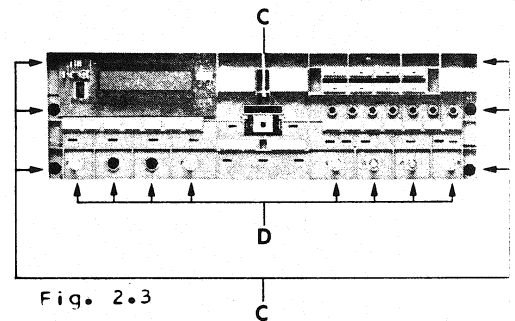

Fig. 2.3
2.5 Bedienungseinheit ausbauen (Fig. 2.3 und 2.4)